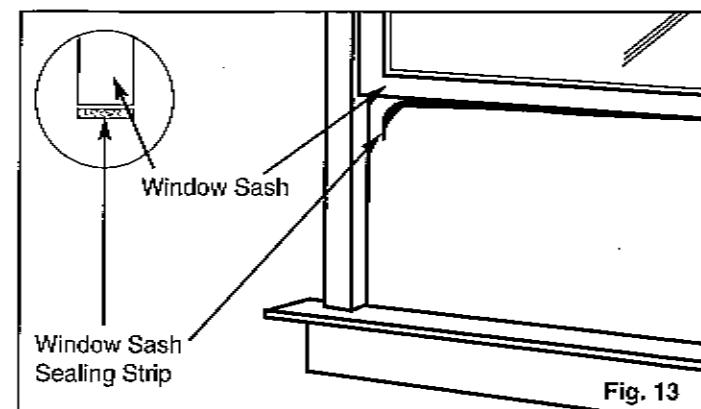

Fig. 13
D. Coupez la première lisière à calfeutrer en mousse pour qu'elle se fixe adéquatement au-dessous du bas du châssis de la fenêtre. Enlevez le dos détachable de la mousse et fixez-le au cadre. Voir Fig. 13.
D. Cut the first foam sealing strip to fit the underside (bottom) of the lower window sash. Remove the peel-off backing on the foam and attach the foam strip to the sash. See Fig. 13.